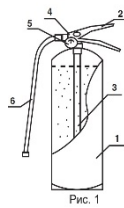

Рис. 1
4.1. Огнетушитель (рис. 1) состоит из корпуса 1, наполненного огнетушащим порошком 7. На горловине закреплено запорно-пусковое устройство 4 с индикатором давления 5. ЗПУ оснащено ручкой для переноски огнетушителя и ручкой для управления подачей порошка 2. Огнетушитель оснащен сифонной трубкой 3, гибким рукавом 6 (кроме ОП-1, ОП-2, ОП-3) и распределителем для получения факела распыла порошка. Огнетушитель оснащен чекой для предотвращения саморазрядки.